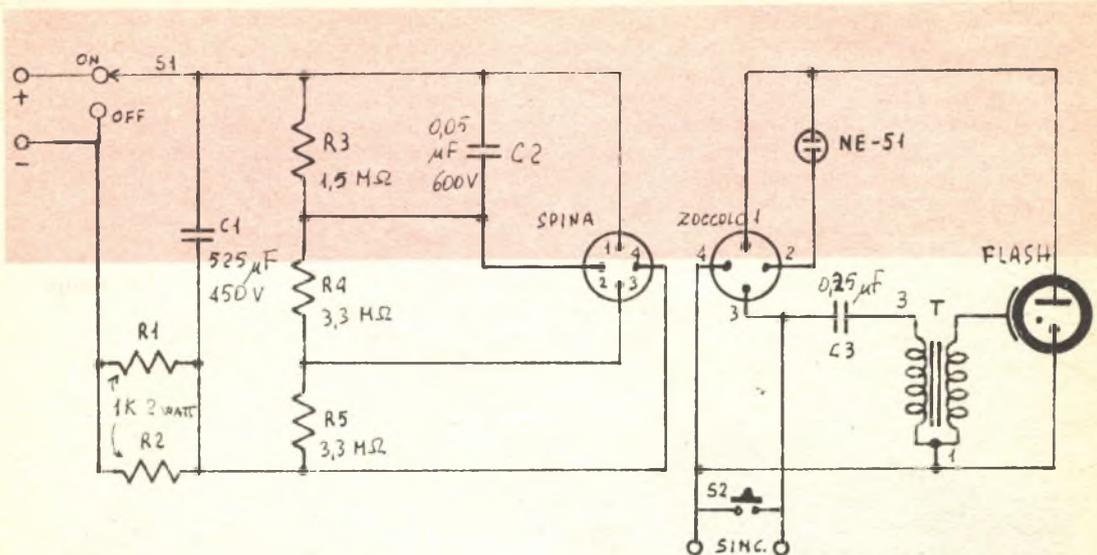

Fig. 3
* N.B. I componenti segnati con asterisco sono gli stessi da usare per lo schema di Fig. 3.